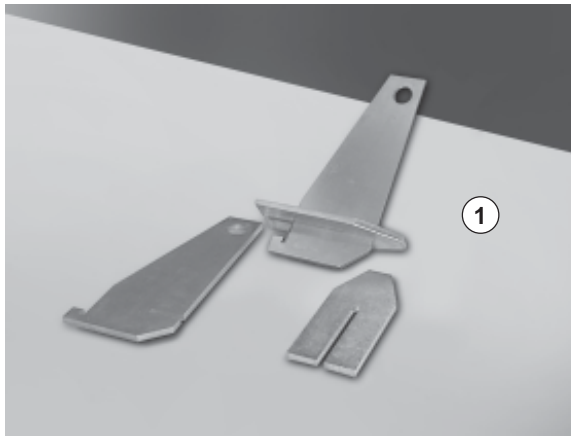

Fig. 2c
- Para la elevación o movimiento del interruptor utilizar los equipos (1) (fig. 2c).
- Para levantar e movimentar o disjuntor utilizar as ferramentas (1) (fig. 2c).